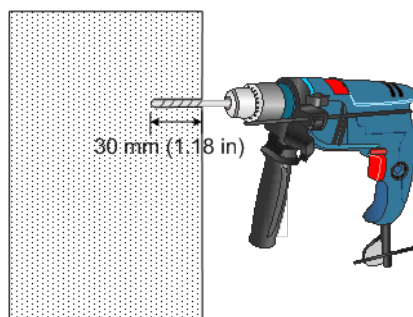

図 7-2 壁面の穴あけ
- 2) マーキングをした位置に、図 7-2の通り直径 6mm/深さ 30mm の穴を開けてください。